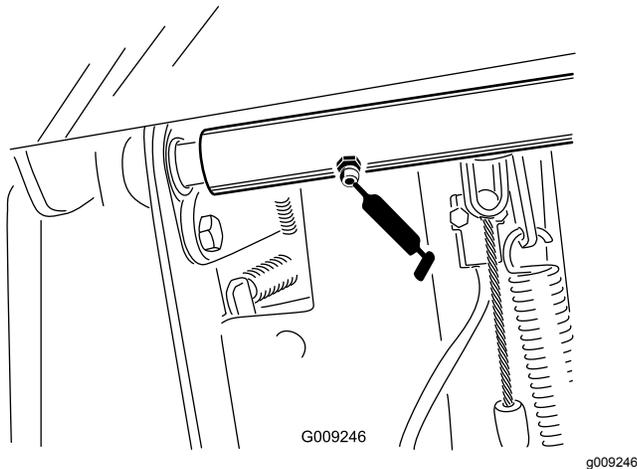

Bild 33
- Bremspedal, Gelenkwellenlager (2) (Bild 33)